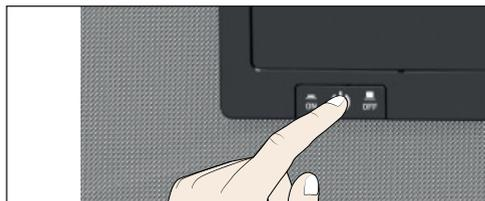

Fig. 23 Apagar el equipo
4. Apague el equipo (Fig. 23).